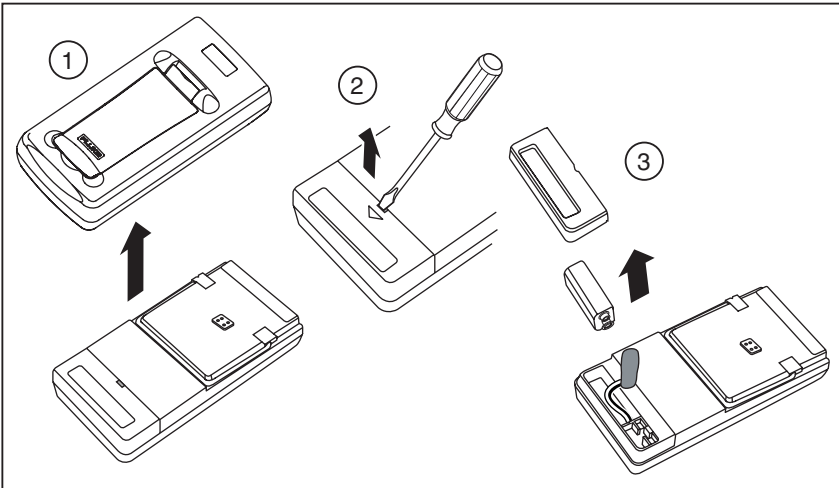

Figure 3. Installation de la pile
3. Fixez la nouvelle pile à la pince conformément à la figure 3. Utilisez une pile alcaline 9 V (LR61) ou équivalente.